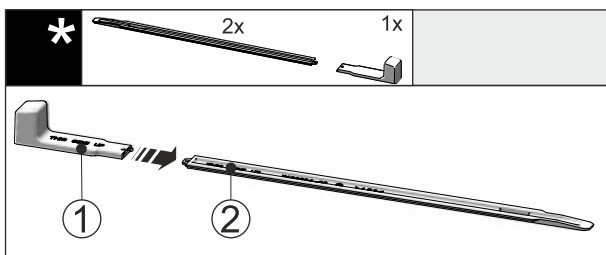

Fig. 46
▶ Вставьте монтажную ручку Fig. 46 (1) в выравнивающую рейку Fig. 46 (2).